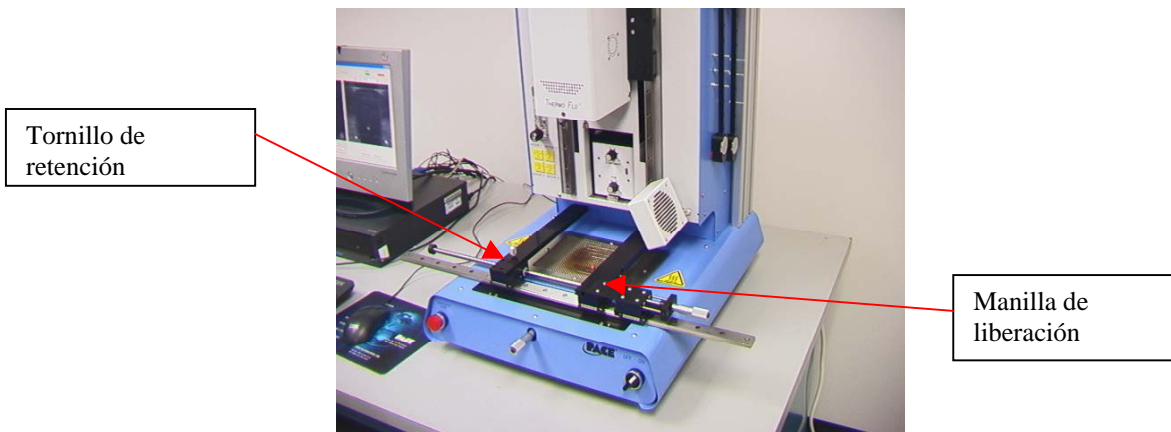

Figura 15
- v. Coloque la PCB entre los brazos de la unidad TF 1700 y apriete el tornillo de retención. (Figura 15)